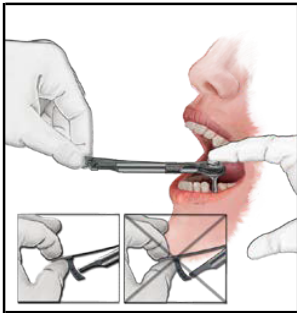

図1
- トルク・アームの先端を把持し (図1)、ヘッド部に印字されている“IN” または“OUT”の方向に回転させ、スクリューにトルクをかける。トルクの範囲は、0Ncm～35Ncm。
- トルク・アームの先端を把持し (図1)、“IN” または“OUT”の方向にトルクアームを押してラチェットレンチを回転させ、90Ncm を超えない範囲のトルクでインプラントを埋入する。